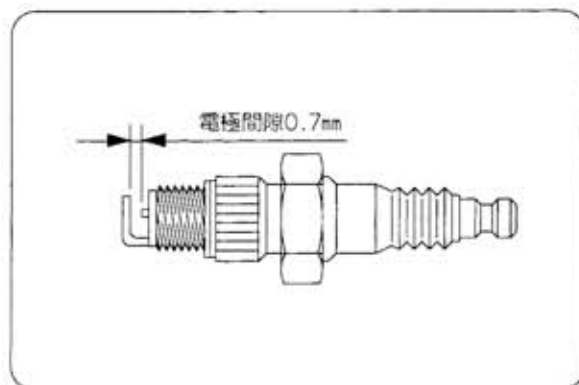

図45
- ①ボックススパナでプラグを外してカーボンを清掃します。
- ②電極の隙間が0.7mmになるように調節してください。(図45)